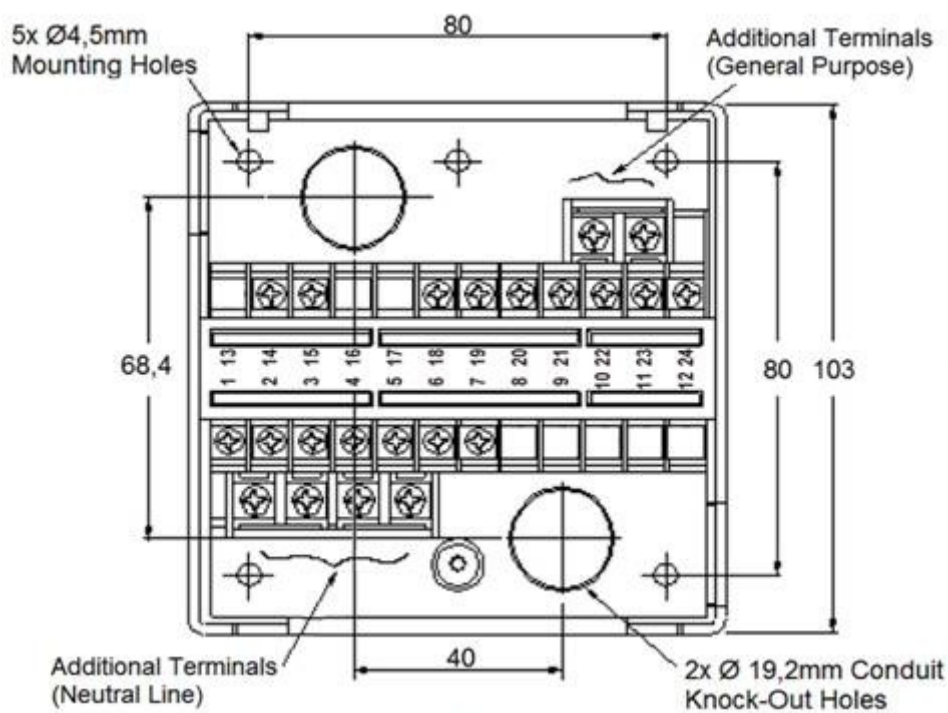
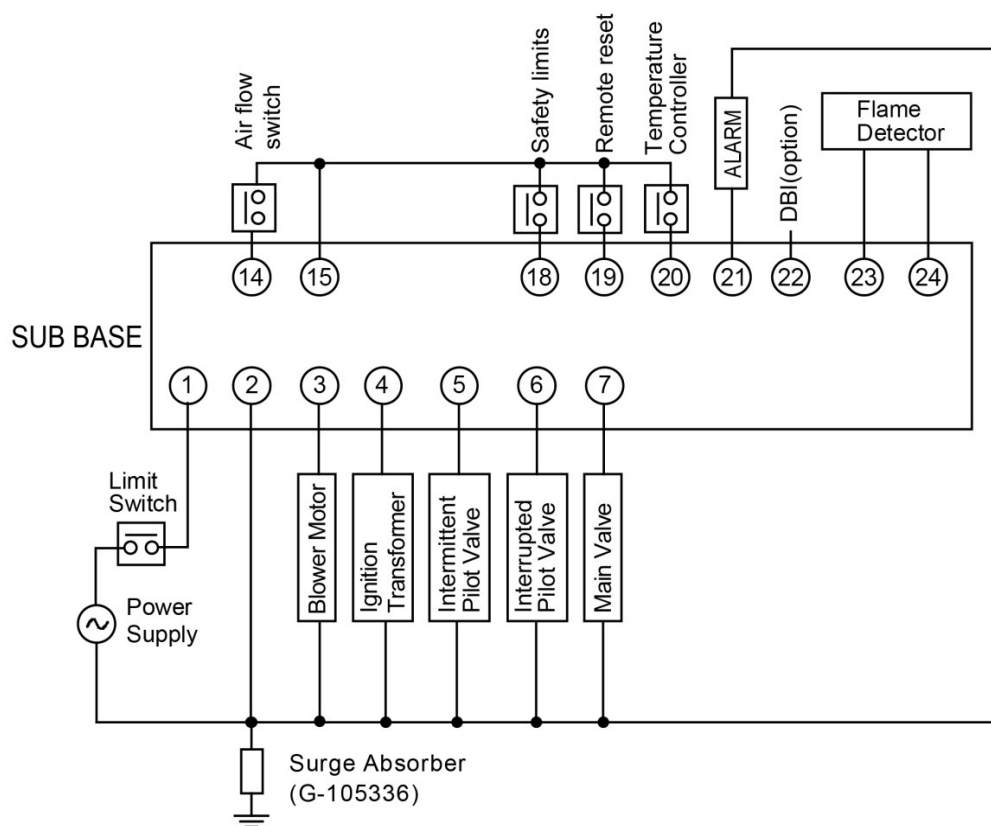

図. 2: サブベース取付外形寸法図(mm)と端子レイアウト
図. 3-1：外部機器との配線例1（下図3-2 も参照）
1. リレー・モジュールの配線接続は特定の指示があります。配線しているそれぞれのサブベースの図2、または適切な仕様を参照してください。
1. 図2はサブベースの上でターミナルのレイアウトを表します、そして、図3-1、3-2は外部装置への接続例を表します。